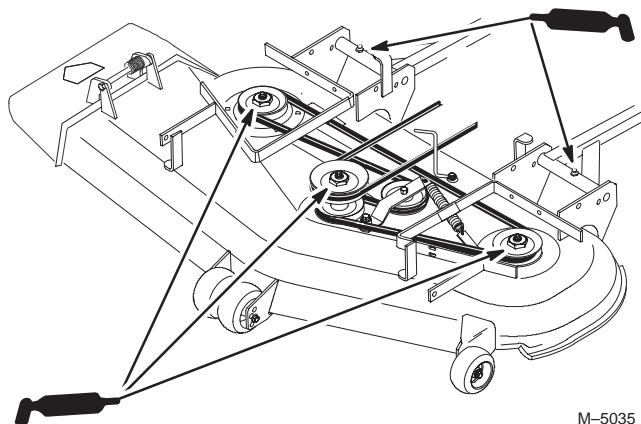

Figure 39
2. Lubrifiez les graisseurs des roulements des trois axes jusqu'à ce que la graisse sorte par les joints inférieurs (Fig. 39).
3. Lubrifiez les graisseurs des bras de poussée (Fig. 39).